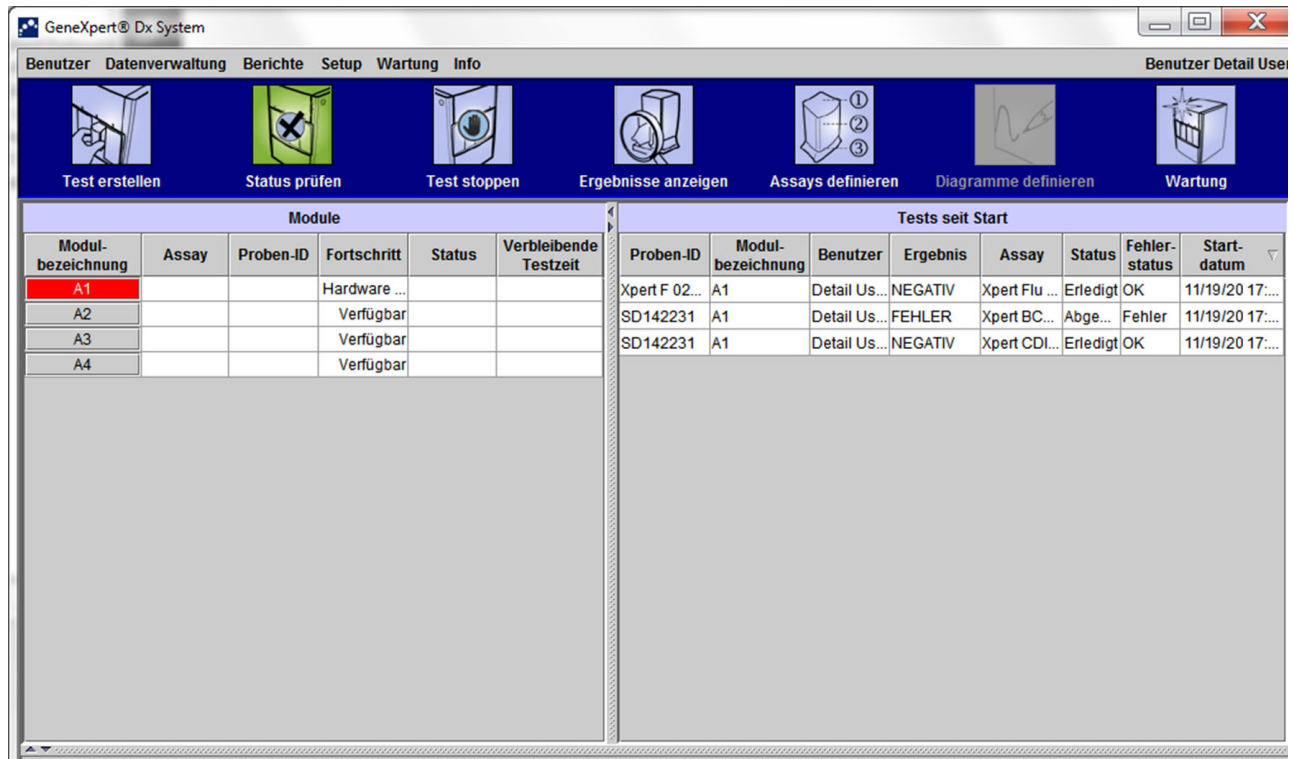
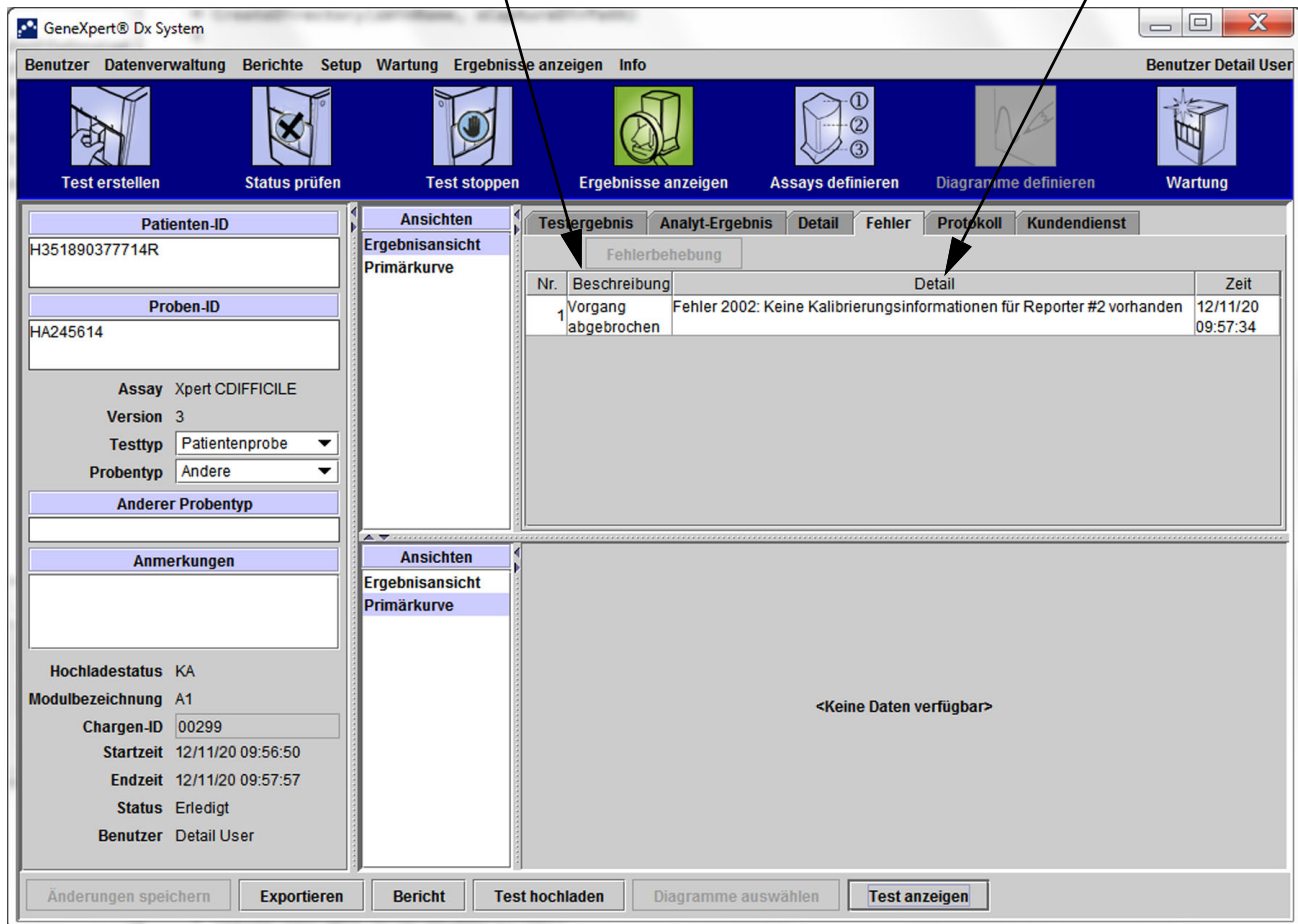

Abbildung 9-40. GeneXpert Dx System – Fenster „Status prüfen“
Abbildung 9-41. GeneXpert Dx System – Fenster „Ergebnisse anzeigen“ – Registerkarte „Fehler“ (Ansicht für Detail-Benutzer und den Administrator)
- **Abschnitt 9.19.2.5, Nachanalysefehler** – Fehler, die während der Datenreduktion auftreten. Sie können alle Fehler im Fenster „Status prüfen“ anzeigen lassen (vgl. Abbildung 9-40). Einzelheiten zu testspezifischen Fehlern werden auch im Fenster „Ergebnisse anzeigen“ auf der Registerkarte **Fehler** angezeigt (vgl. Abbildung 9-41).
Abbildung 9-41). Wenn Sie den Technischer Kundendienst von Cepheid verständigen müssen, finden Sie die Kontaktinformationen im Abschnitt Technische Unterstützung im Vorwort.
Tabelle 9-4 enthält die Fehler, die beim Abbruch eines Tests angezeigt werden können. Fehlermeldungen der Kategorie „Vorgang abgebrochen“ erscheinen im Fenster „Ergebnisse anzeigen“. Siehe Abbildung 9-41. Wenn Sie den Technischer Kundendienst von Cepheid verständigen müssen, finden Sie die Kontaktinformationen im Abschnitt Technische Unterstützung im Vorwort.
Tabelle 9-5 listet die Fehler auf, die beim Laden der Kartuschen auftreten können. Fehlermeldungen beim Laden der Kartuschen werden im Fenster „Status prüfen“ angezeigt. Siehe Abbildung 9-40.
Tabelle 9-6 listet die Fehlermeldungen auf, die während eines Selbsttests auftreten können. Fehlermeldungen zum Selbsttest werden im Fenster „Status prüfen“ angezeigt. Siehe Abbildung 9-40. Wenn Sie den Technischer Kundendienst von Cepheid verständigen müssen, finden Sie die Kontaktinformationen im Abschnitt Technische Unterstützung im Vorwort.
Tabelle 9-7 listet die Fehler auf, die während der Analyse nach dem Testlauf (Datenreduktion) auftreten können. Fehlermeldungen für Nachanalysefehler erscheinen im Fenster „Ergebnisse anzeigen“ (vgl. Abbildung 9-41). Wenn Sie den Technischer Kundendienst von Cepheid verständigen müssen, finden Sie die Kontaktinformationen im Abschnitt Technische Unterstützung im Vorwort.